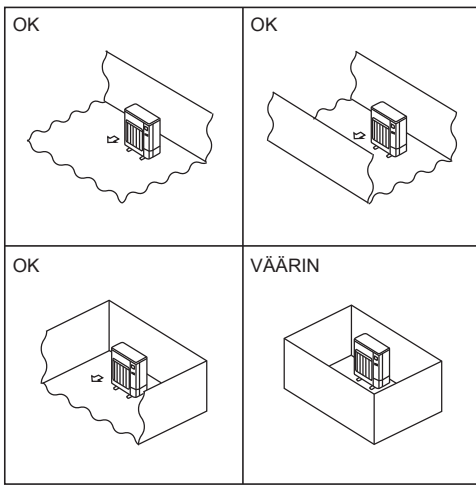

Fig. 2-2
- Asenna ulkoyksiköt paikkaan, jossa vähintään yksi neljästä sivusta on avoin. Asennuspaikan on oltava riittävän suuri, eikä siinä saa olla syvennyksiä. (Fig. 2-2)